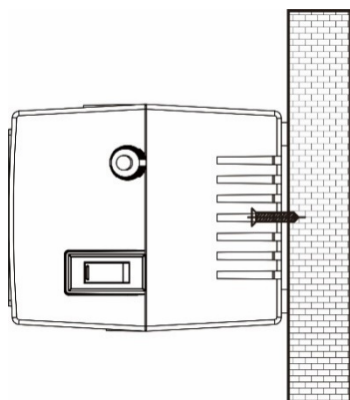
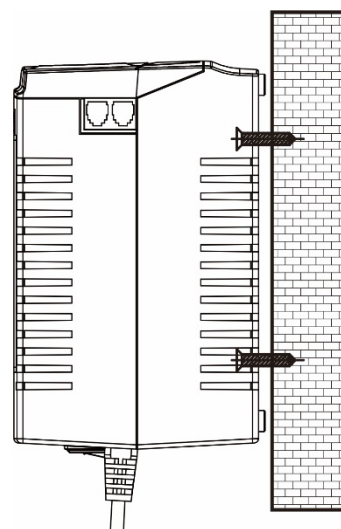

Рисунок 2 (Монтаж горизонтально)
Рисунок 3 (Монтаж вертикально)
3. Установите устройство, расположив пазы на монтажных гвоздях. (см. Рисунок 2 и Рисунок 3).